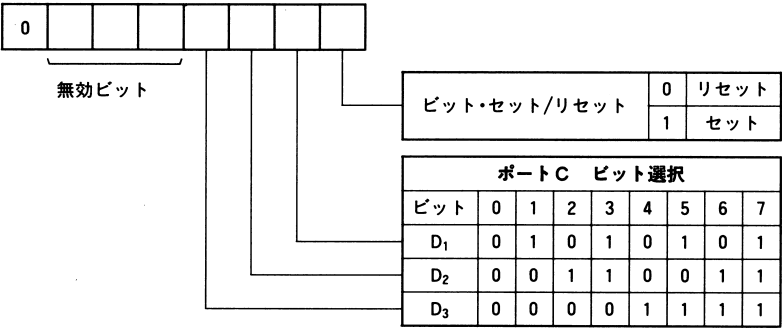

図5-10 8255のコマンドレジスタ
8255PPI は、インテル社が開発し、世界で広く使われているパラレル入出力用の LSI です。この LSI には 24 本の入出力端子(ポート)があり、これらは 8 本ずつ 3 組に分けてポート A、ポート B、ポート C と呼ばれます。各ポートは、入力にするか出力にするか、データ転送にハンドシェイク法を使うかどうか、などが CPU からのプログラムによって決められるようになっています。また、データが入力された時に割り込みをかけたり、ポート C の出力を 1 ビットずつセット、リセットする機能もあります。図 5-10 に、8255②の機能設定などに使われるコントロールレジスタの内容を示します。なお、8255①はサブ CPU の管理下あるのでメイン CPU 側から操作することはできません。